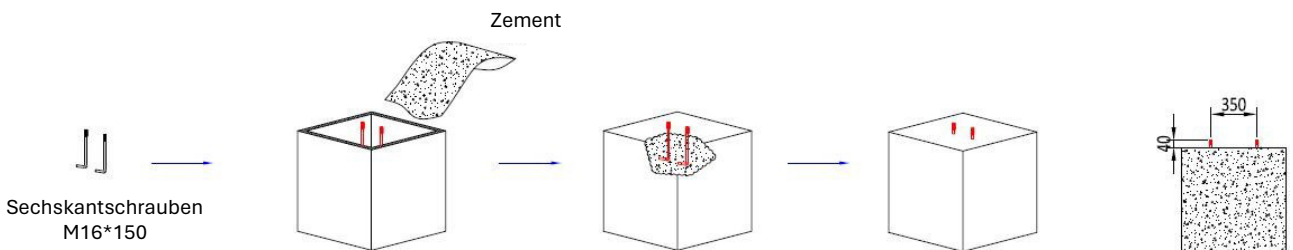

Abbildung 1
- a. **Option I:** Vier Einzelfundamente mit einer Kantenlänge von 80 x 80 x 80 cm (B x H x L; wie in Abbildung 1 gezeigt). Hierbei ist es Ihnen überlassen, ob Sie die Blockfundamente selbst gießen oder vorgefertigte Elemente einsetzen.